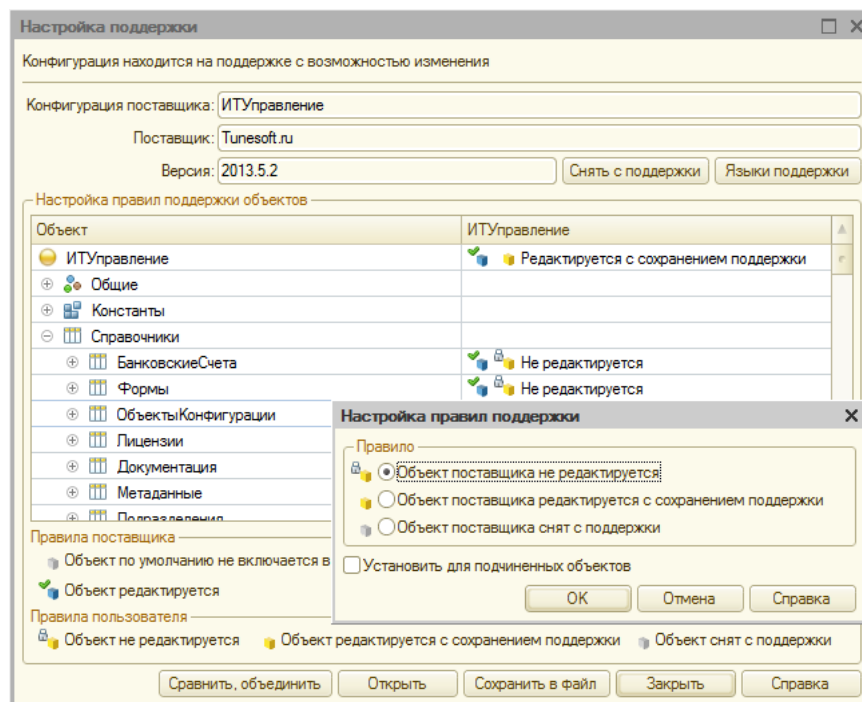

Рис. 1. Настройка поддержки
4. Для объектов, в которые необходимо внести изменения, выбрать правила поддержки (рис. 1). Рекомендуется выбрать пункт «Объект поставщика редактируется с сохранением поддержки».